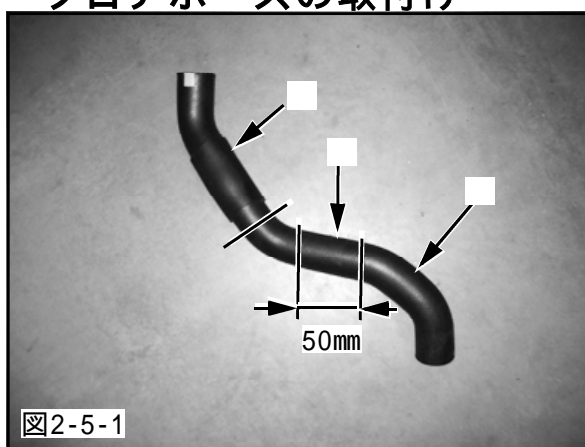

図2-5-1
- (1)1-1.(10)で取外したラジエータロアホースを図のように切断してください。(図2-5-1)
- ・2-5.(1)で切断したラジエータロアホースの図2-5-1の の部分はクッションホースとして使用します。
- (3)1-2.で加工したラジエータコアAssyを車両に取付けてください。
- (1) エキゾーストマニホールドヒートインシュレータをエキゾーストマニホールドに取付けてください。(図2-5-1)